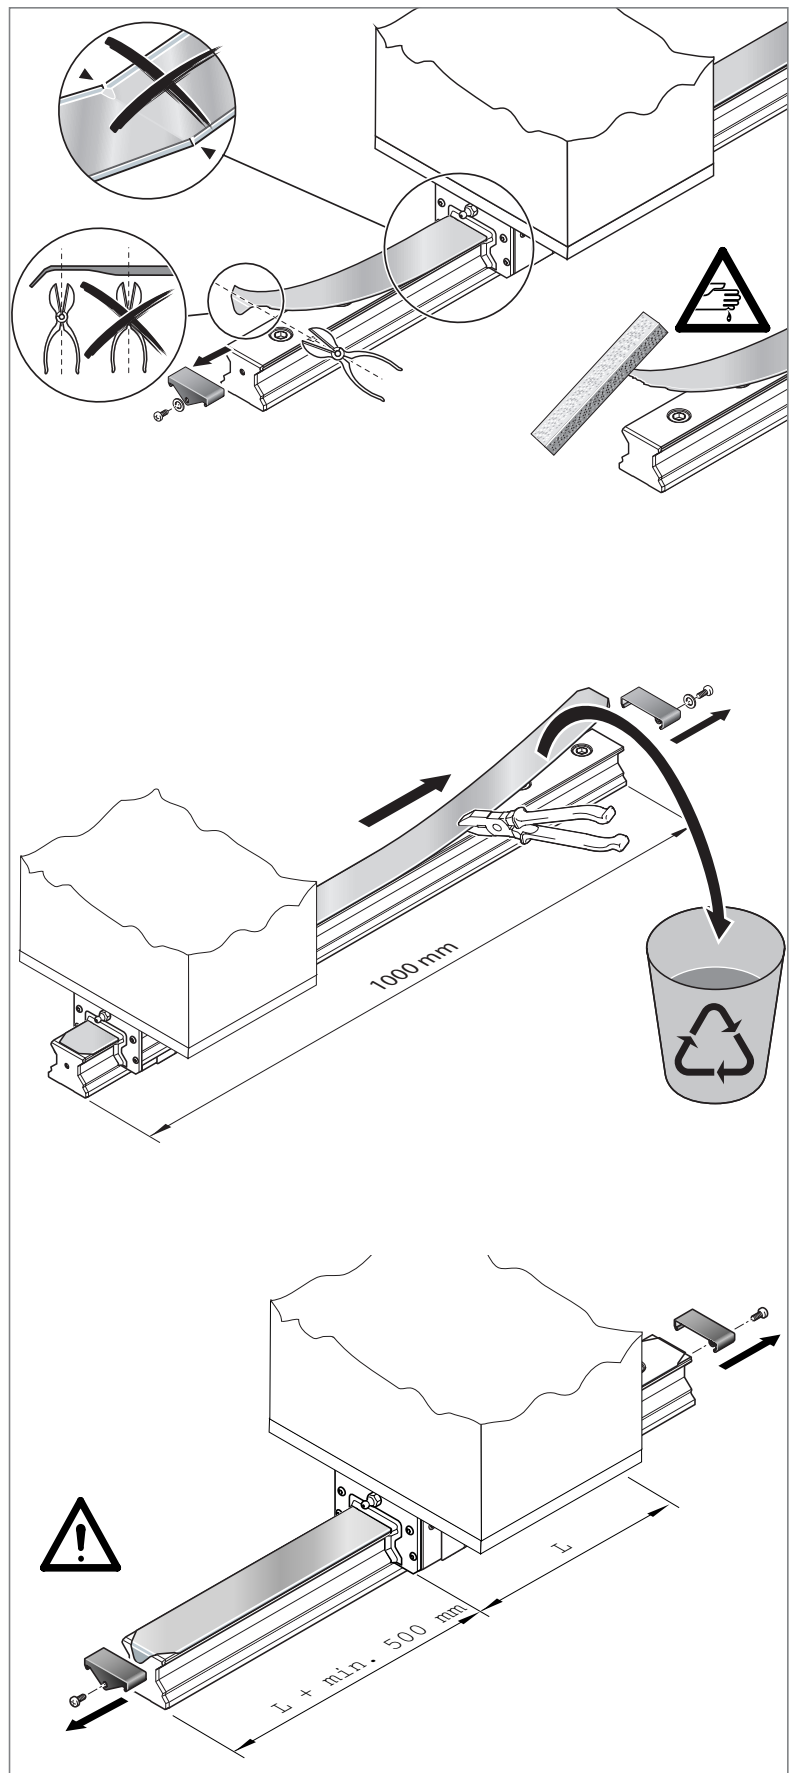

Fig. 41 : Démontage de la bande de protection à siège fixe
- ▶ Découper la languette. ➡ Fig. 41